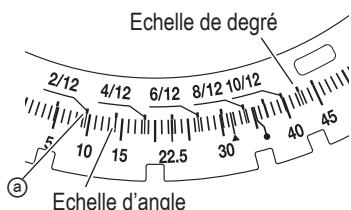

Fig. 39
- (1) Déverrouiller la table de scie à onglet en soulevant la poignée de verrouillage d'onglet.
- (2) Tout en appuyant légèrement sur le levier de cran positif jusqu'à ce qu'il accroche le levier d'encliquetage, saisir la poignée de verrouillage d'onglet et tourner la table à gauche ou à droite à l'angle souhaité.
- (3) Une fois l'angle d'onglet souhaité obtenu, enfoncez la poignée de verrouillage d'onglet pour sécuriser la table sur la position.
- (4) Si l'angle d'onglet souhaité est un des neuf crans positifs listés ci-dessous, voir la section Levier d'encliquetage d'onglet à la page 77.
- (5) Allumer la DEL d'éclairage et positionner la pièce sur la table pour le préalignement de votre coupe.
- (6) L'échelle d'onglet (Fig. 39) indique à la fois l'angle de coupe de l'échelle d'angle et le degré de l'échelle de degré.
- (8) En conséquence, pour couper une pièce à un angle de 2/12, régler l'indicateur sur la position ①, comme indiqué à la Fig. 39.